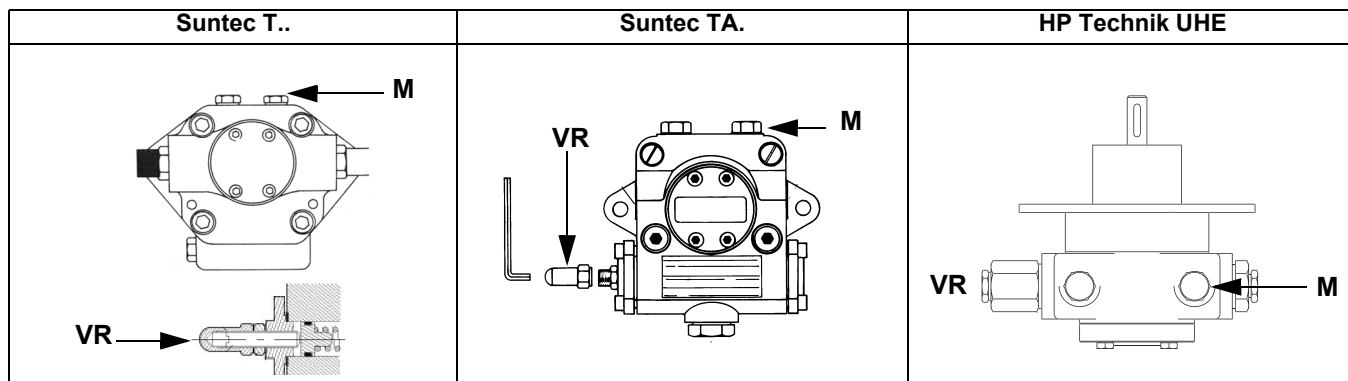
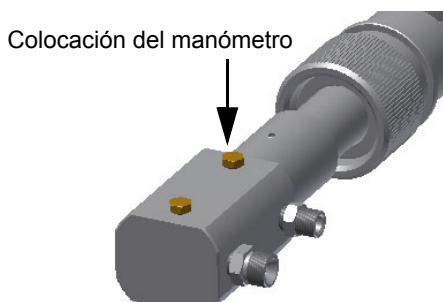

Fig. 16
Fig. 17
- 3 purgar el aire de la conexión (**M**) manómetro de la bomba (Fig. 16), aflojando levemente el tapón, sin quitarlo; luego soltar el contactor;
- 5 La presión de alimentación de la boquilla ya es previamente calibrada en fábrica y no debe ser modificada. Sólo si fuera necesario, regular la presión de alimentación (véase apartado correspondiente) de la siguiente manera: colocar un manómetro en la posición indicada en Fig. 17 intervenir en el tornillo de regulación **VR** de la bomba (véase Fig. 16) hasta obtener una presión en la boquilla igual a 20 bar (boquillas Monarch o boquillas Bergonzo – véanse gráficos en pag. 46-34)